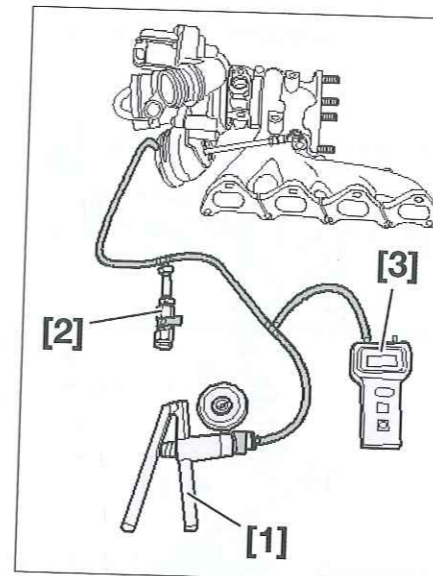

Fig. 60
- Acoplar los aparatos de medición y de control como se representa; la bomba de vacío [1], la válvula de regulación [2] y el controlador del turbocompresor [3] (Fig.60).